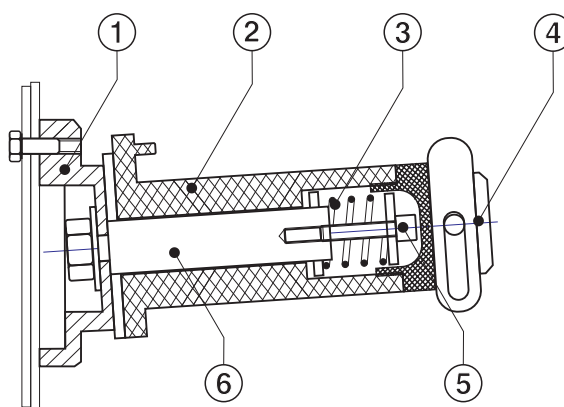

рис.3.3
- отвернуть заглушку втулки п.4 рис.3.3;
- затянуть регулировочный винт п.5 рис.3.3 для увеличения усилия торможения, или ослабить его для уменьшения усилия торможения.